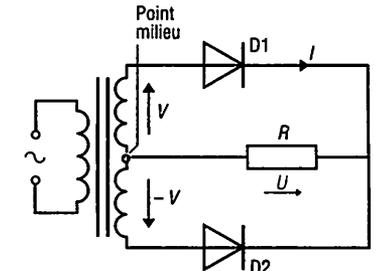

Fig. 10 : Schéma d'un redressement double alternance à point milieu.
a) Redressement à point milieu (fig. 10)